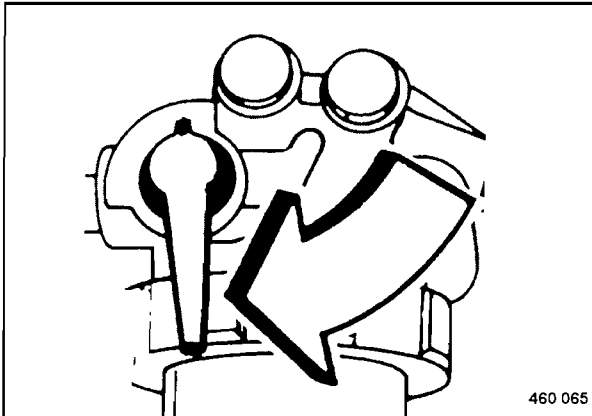

Fig. 101
- Colocar la palanca de cierre de combustible (Fig. 101) en posición vertical.